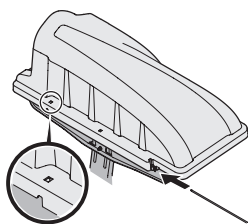

Figure 11
6. Glissez la broche dans l'orifice de l'onglet de fixation, et ce, comme illustrée à la Figure 11. Servez-vous de la fenêtre de découpe (reportez-vous à l'encadré de la Figure 11) pour aligner la broche de l'autre côté et enfoncez-la complètement, jusqu'à ce qu'elle atteigne la butée. À cette étape, la broche s'enclenche en place et est fixée à l'aide de l'onglet qui se trouve dans le couvercle de l'ensacheuse. Reportez-vous à la Figure 12.